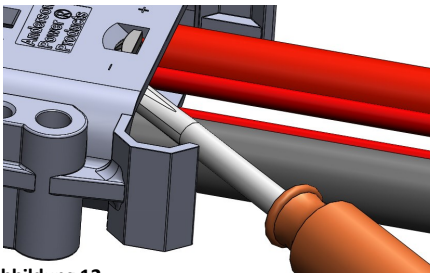

Abbildung 12
12. Wenn es notwendig ist, den Stecker auseinanderzubauen, diese Anweisungen (Abbildung 12) befolgen: